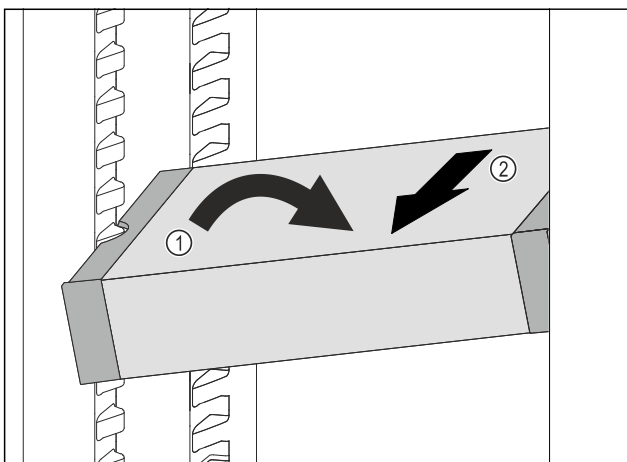

Fig. 115
- ▶ Встановити VarioSafe під кутом в охолоджувальному відділенні. Fig. 115 (1)
- ▶ Витягнути VarioSafe вперед. Fig. 115 (2)